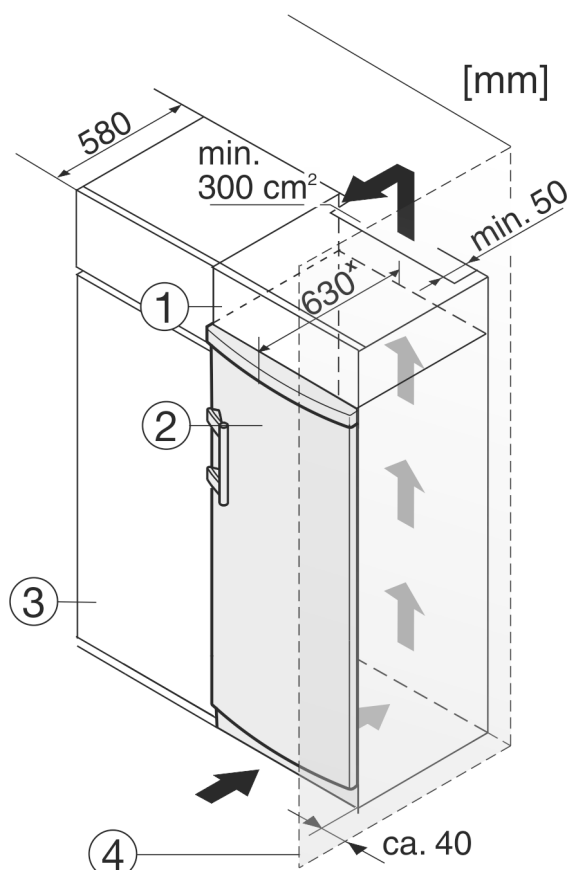

Fig. 9
Het apparaat Fig. 9 (2) kan worden ingebouwd in de keuken. Om het apparaat aan de hoogte van het keukenblok aan te passen, kunt u er een passende opbouwkast Fig. 9 (1) op plaatsen.
Bij een ombouw met keukenkasten (diepte max. 580 mm) kan het apparaat direct naast de keukenkast Fig. 9 (3) worden geplaatst. Het apparaat steekt aan de zijkant 34 mm\* en in het midden 50 mm\* uit ten opzichte van het keukenkastfront.
Plaast u het apparaat met de scharnierkant naast een muur Fig. 9 (4), dan moet de afstand tussen apparaat en muur minstens 40 mm bedragen. Dit in verband met het uitsteken van de deurgreep bij een geopende deur.